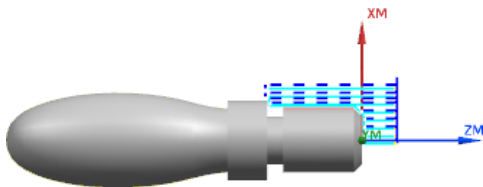

图 4.17 刀路轨迹
Step1. 单击“外侧粗车”对话框中的“生成”按钮 ，生成刀路轨迹如图 4.17 所示。